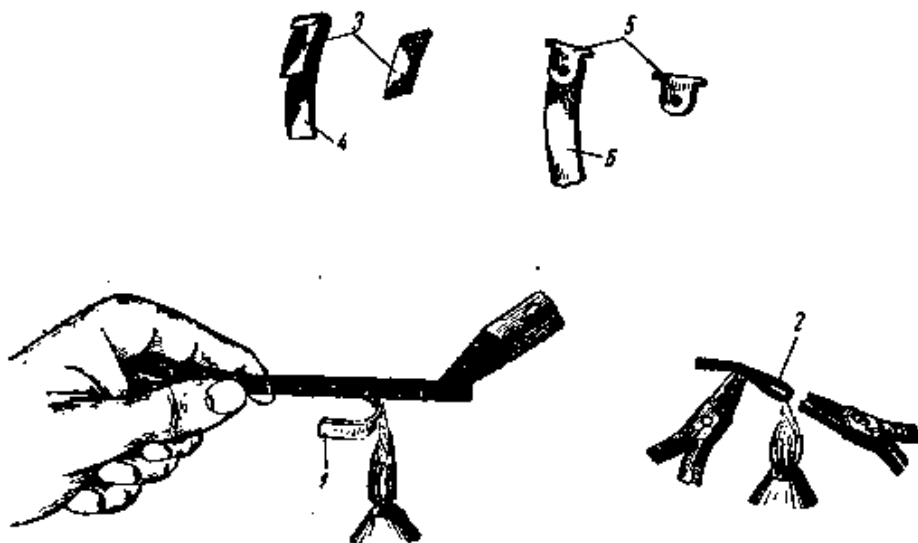

Рис. 145. Процесс изготовления наружного замка пружины:
конец на огне быстро загибают и сплющивают теплыми плоскогубцами, оставляя маленький зазор. Излишек пружины отрезают напильником или ножовкой, оставляя выступ замка длиной 1 — 1,5 мм. Загнутый выступ замка изнутри остро зашлифовывают. Затем из излишка пружины делают вкладыш с заостренными концами и вкладывают его внутрь замка, придавая плоскогубцами небольшой изгиб (рис. 145).
**Исправление старой пружины.** Выше мы говорили об установке новой пружины, но, наряду с этим, часто по разным причинам мастер вынужден использовать и старую пружину. Известно из практики, что, если у пружины с внешней стороны отломается виток, ее еще можно использовать, сделав замок, как показано на рис. 145.